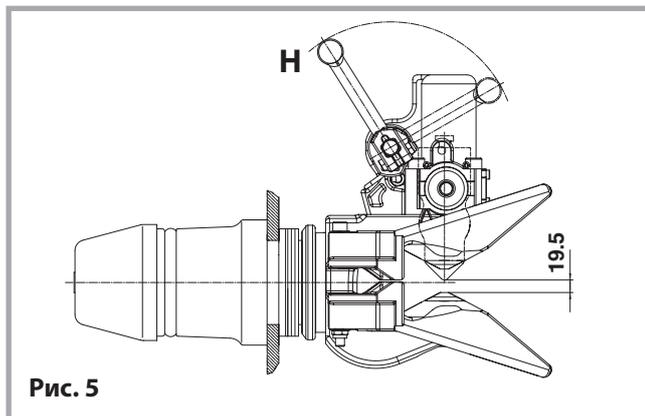

Рис. 5
Внимание! Если сцепная петля при сцеплении не вызывает срабатывания сцепного шкворня, то тому могут быть несколько причин: необходимый размер (расстояние между сцепной петлей и сцепным шкворнем) не обеспечен (см. рис. 5)
- Расстояние между нижней кромкой сцепного шкворня и опорной поверхностью должно составлять не менее 14 мм и не более 19,5 мм (см. рис. 5)